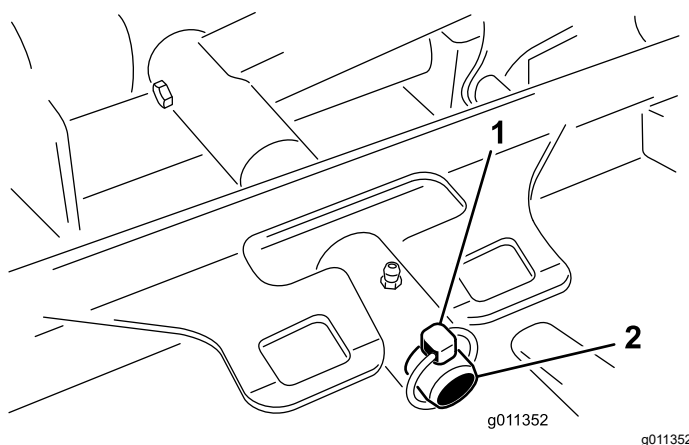

Figura 120
3. Retire el pasador de seguridad (para máquinas Groundsmaster 4500) o la tuerca de retención (para máquinas Groundsmaster 4700) que sujeta el bastidor de tiro de la unidad de corte a la barra de giro del brazo de elevación (Figura 120).
2. Deslice el bastidor de tiro de la unidad de corte sobre el pasador de giro del brazo de elevación (Figura 120). Sujete la unidad de corte al pasador con el pasador de seguridad (para máquinas Groundsmaster 4500) o la tuerca de retención (para máquinas Groundsmaster 4700).